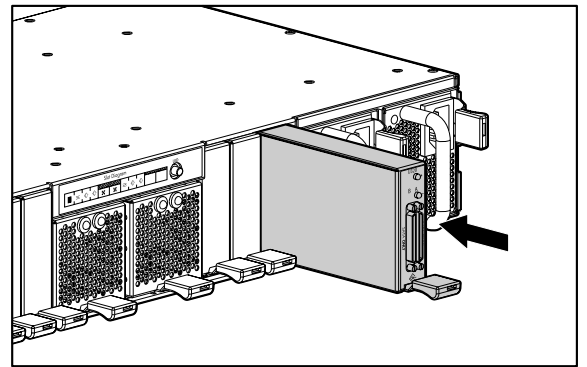

Abbildung 10: Einsetzen des SCSI-I/O-Moduls
1. Schieben Sie das SCSI-I/O-Modul in den Schacht, bis es einrastet, wie in Abbildung 10 gezeigt.